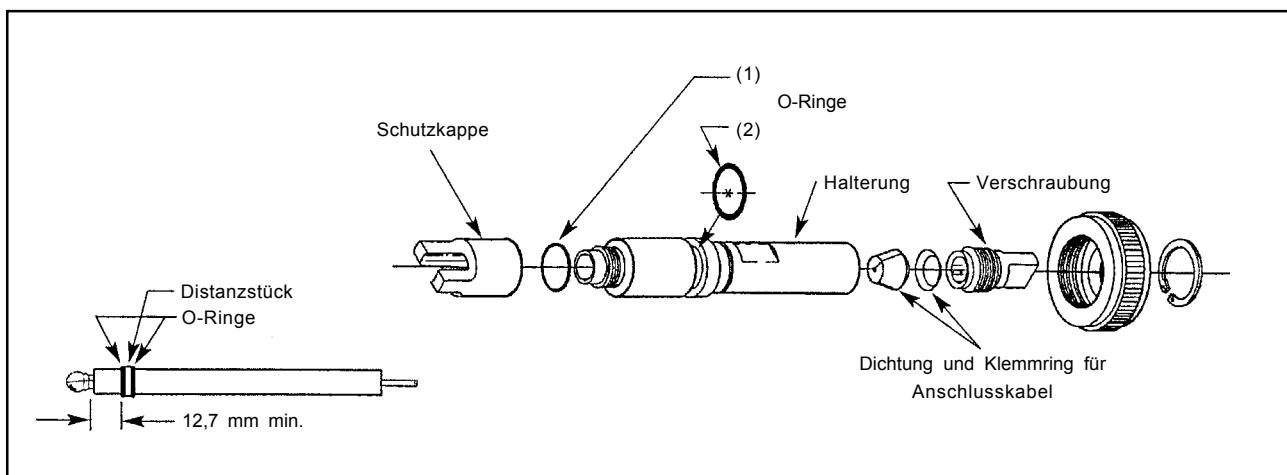

Abbildung I-3 Explosionszeichnung Montageadapter P/N 22294-00
1. Die Abbildung I-3 zeigt die Position aller Bauteile und O-Ringe, wenn zur Montage der Elektrode der Adap-
4. Montieren Sie die beiden O-Ringe sowie das Distanzstück auf dem Sensor 328A, wie in Abbildung I-3 gezeigt wird.
5. Fetten Sie den O-Ring (1) zur Montage zwischen Schutzkappe und Halterung ein.
6. Nehmen Sie nun das Kit mit der Kabeldichtung, dem Klemmring für das Anschlusskabel, dem O-Ring (2) sowie dem Sprengring für die 1 1/4"-Überwurfverschraubung zur Hand.
7. Fetten Sie den O-Ring (2) mit dem Gleitfett ein. und montieren Sie diesen an der dafür vorgesehenen Position auf dem Montageadapter 22924-00 (vgl. dazu Abb. I-3)
10. Montieren Sie nun die Schutzkappe. Achten Sie auf den richtigen Sitz des O-Ringes (1). Um ein Verdre-